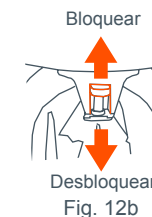

Fig. 12b
• Empuje la palanca rueda hacia arriba para enganchar el pestillo y empuje hacia abajo para desenganchar el mecanismo de bloqueo (Fig. 12b).